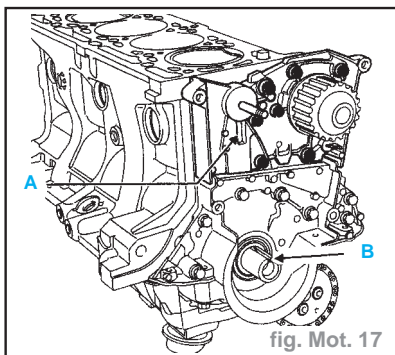

fig. Mot. 17
- Vérifier que le vilebrequin soit bien en appui sur la pige de Point Mort Haut **Mot. 1489** (la rainure **B** du vilebrequin vers le haut) (fig. Mot. 17).
- Veiller lors de la repose du galet tendeur à ce que l'ergot du galet soit correctement positionné dans la rainure (A) (fig. Mot. 17).